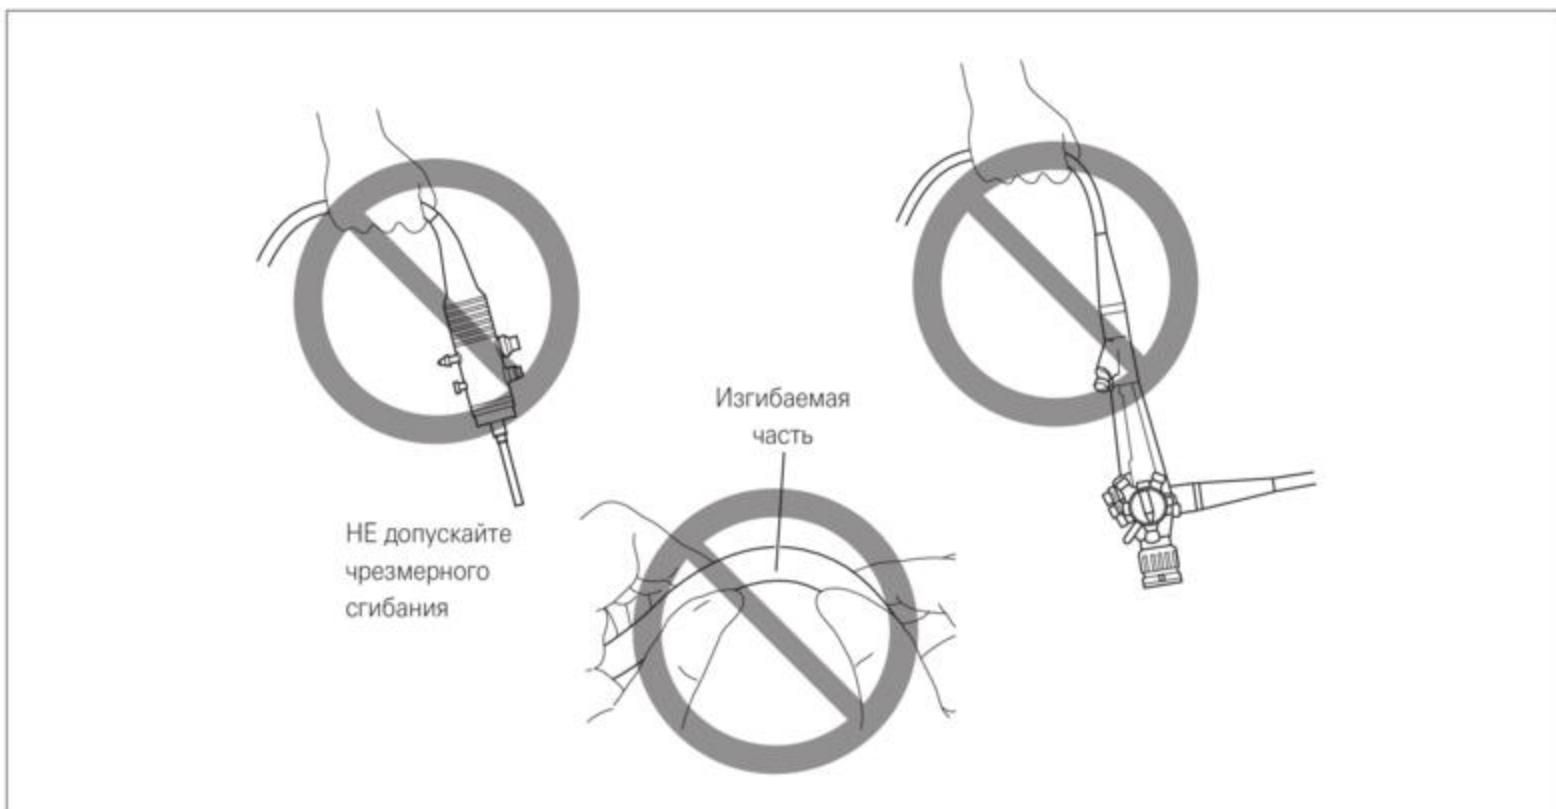

Рис. 3.3
- При транспортировке фиброскопа НЕЛЬЗЯ брать и нести его только за соединительный шнур или вводимую часть. Кроме того, НЕ сжимайте и не сгибайте чрезмерно изгибающую часть. (Рис. 3.3) Это может привести к повреждению оборудования.